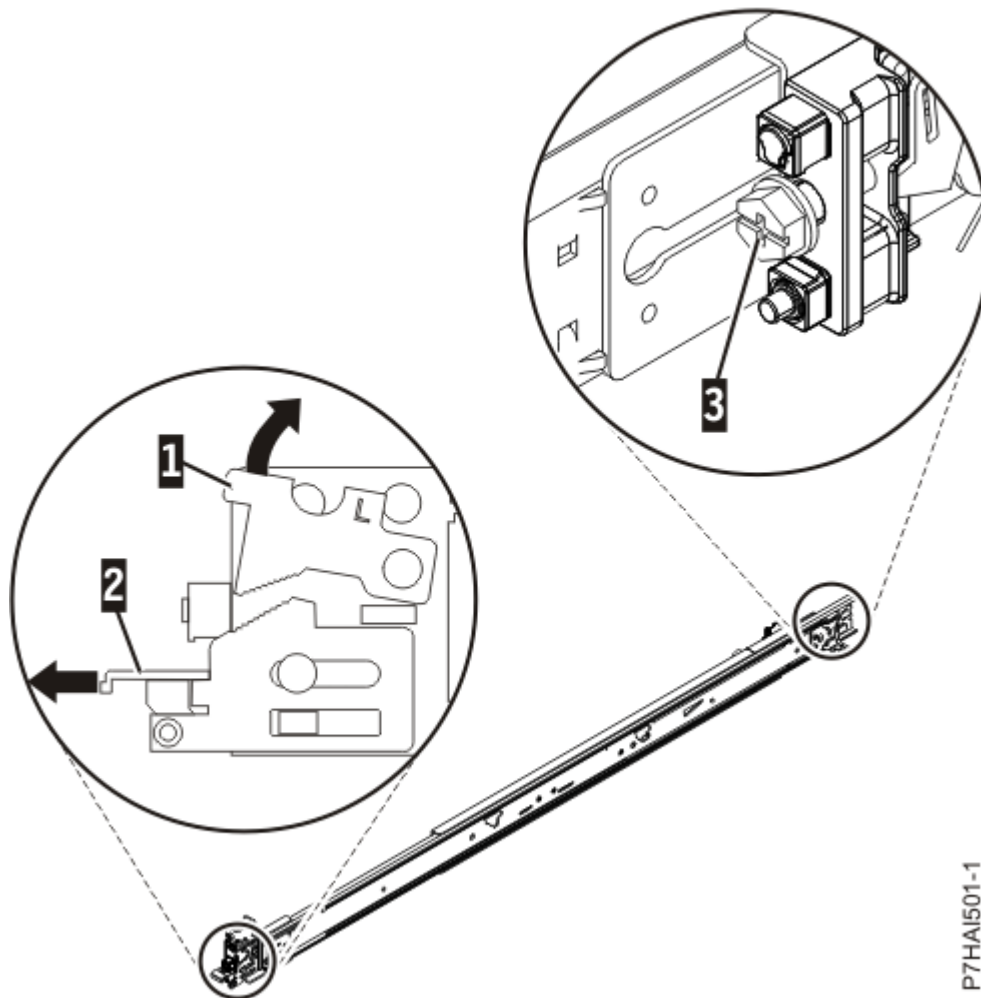

Abbildung 2. Vordere Verriegelung öffnen und Schraube an der Rückseite entfernen
2. Drücken Sie die vordere Sperrzunge **(1)** nach oben und ziehen Sie die vordere Verriegelung **(2)** an der Vorderseite der Schiene heraus. Entfernen Sie die Schraube anschließend wieder von der Rückseite der Schiene **(3)**. Einzelheiten finden Sie unter Abbildung 2 auf Seite 4.